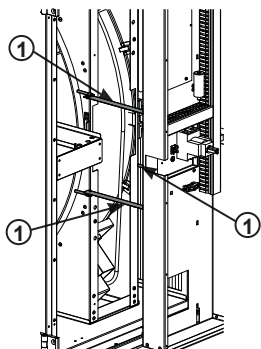

Рис. 11b
- Снимите крышку лотка соединительной коробки, осторожно отсоедините разъемы и снимите лоток соединительной коробки (см. рис. 11а). В случае демонтажа соединительной коробки будьте осторожны, чтобы не повредить датчиками роторный генератор (см. рис. 11b).